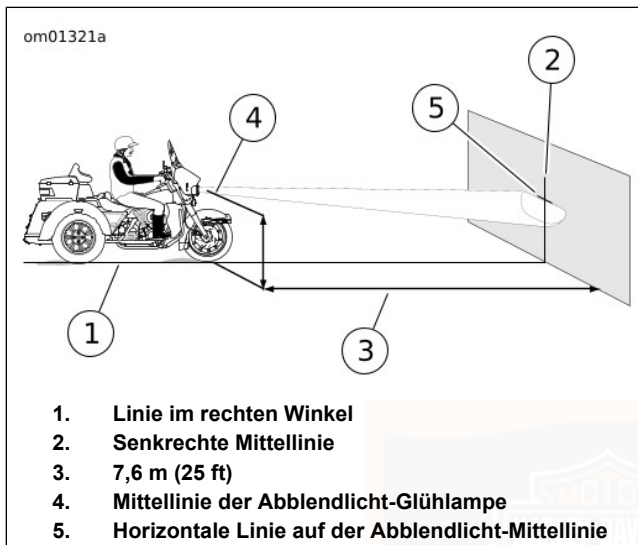

Abbildung 68. Scheinwerferausrichtung: LED
4. Siehe Abbildung 68. Das Motorrad auf einer Linie (1) im rechten Winkel zur Wand parken.
6. Eine senkrechte Mittellinie (2) an der Wand anzeichnen.